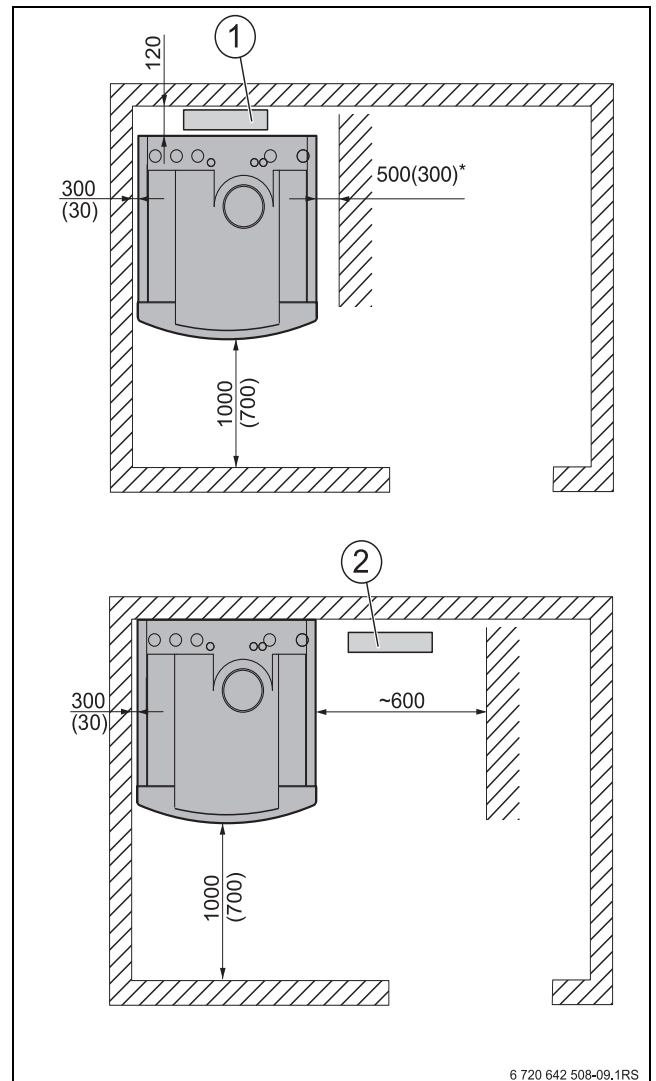

Fig. 11 Distances recommandées par rapport aux murs, entre parenthèses distances minimales (en mm)
- ▶ Respecter la hauteur minimale (→ tabl. 3, page 8) et les distances minimales par rapport aux murs dans le local d'installation (→ fig. 11).